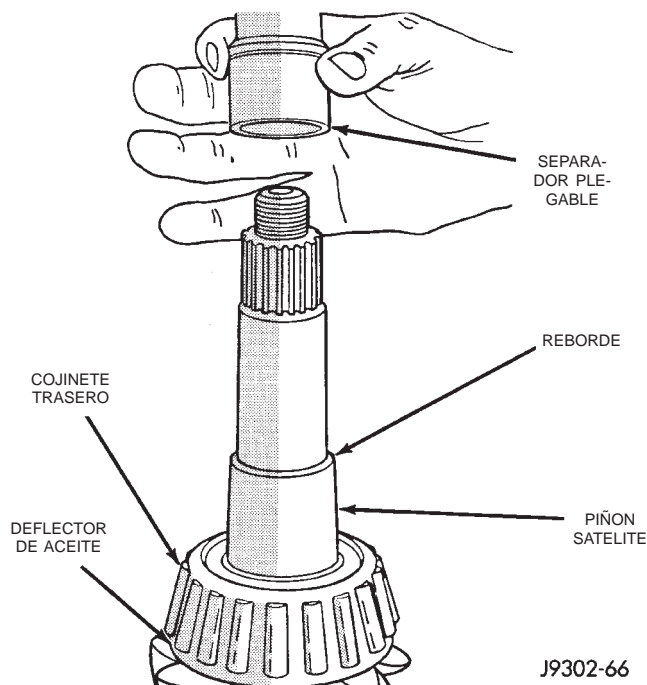

Fig. 45 Separador plegable de ajuste previo
(7) Coloque un nuevo separador plegable de ajuste previo en el eje del piñón e instale el piñón satélite en la caja (Fig. 45).
(8) Instale la pestaña gemela del piñón, con el instalador W-162-B, la cubeta 8109, y la herramienta de sujeción 6958.
(9) Instale la arandela de piñón y una tuerca nueva en el piñón satélite. Apriete la tuerca con una torsión de 216 N·m (160 lbs. pie) como mínimo. **No apriete excesivamente.** La torsión máxima es de 352 N·m (260 lbs. pie).